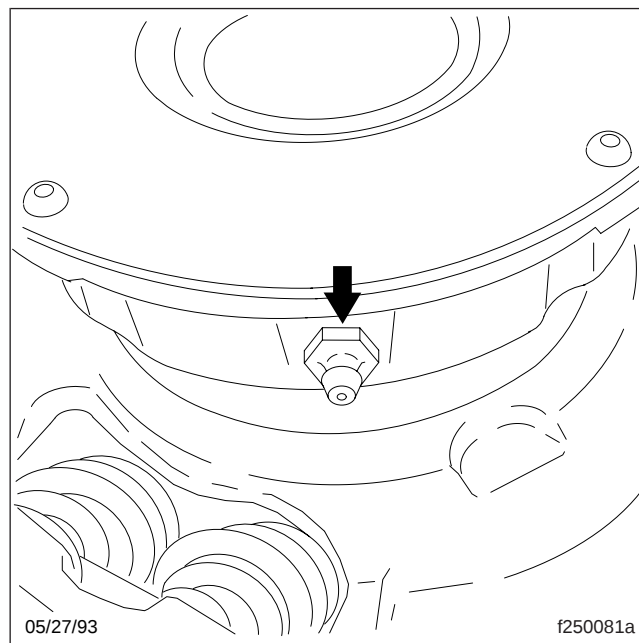

Fig. 2, Embout de graissage de la butée de débrayage
3. Essuyez toute saleté sur l'embout de graissage. Voir la figure 2. À l'aide d'un pistolet graisseur à pression équipé de la graisse recommandée, lubrifiez la butée suffisamment pour que l'excédent de graisse s'écoule de l'arrière de la butée de débrayage (vers la boîte de vitesses).